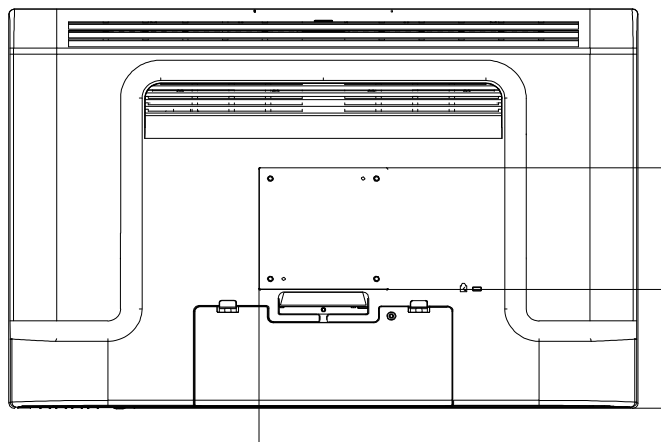

Abbildung 2-1: Lage der VESA-Montageschnittstelle, ohne Sockel
- 1 Entfernen Sie, wenn das Display schon an einen Sockel angeschlossen ist, die vier Schrauben, die den Sockel mit dem Display (Siehe *Abbildung 2-1* , Element 1) verbinden. Trennen Sie den Sockel vom Display.